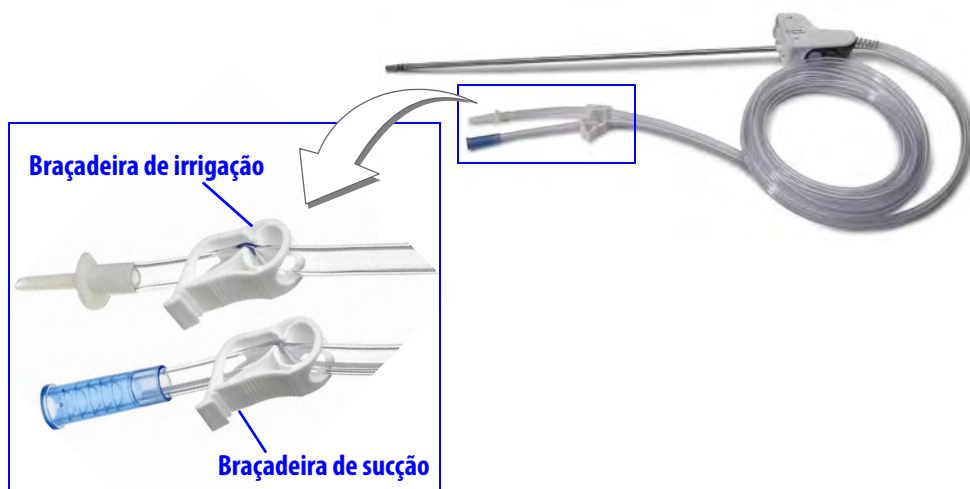

Figura 9.3 Braçadeiras de irrigação e sucção
3. **Pessoa não esterilizada:** aplique a braçadeira na linha de irrigação da tubulação do instrumento apertando totalmente a braçadeira de irrigação fornecida (Figura 9.3). Caso desejado, aplique uma braçadeira também na tubulação de sucção apertando totalmente a braçadeira de sucção fornecida (Figura 9.3).